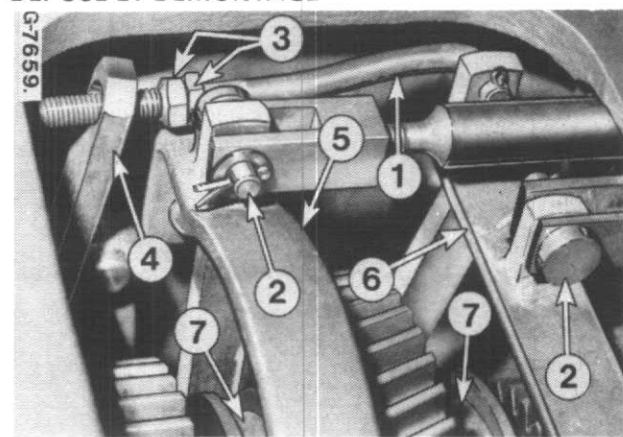

Figure 14
Déposez le carter de relevage hydraulique et les axes de chape (2, Fig. 14). Si la machine est équipée d'une prise de force proportionnelle à la vitesse d'avancement, déposez la bielle de commande (1).